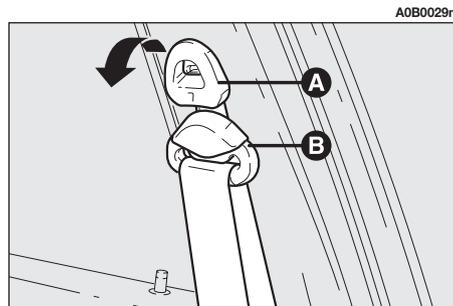
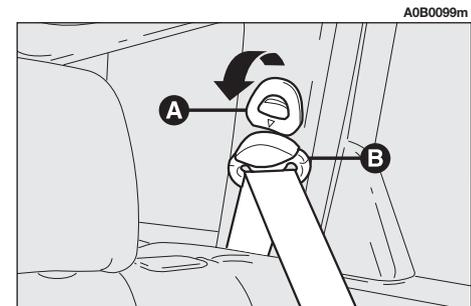

Abb. 50
Abb. 51
Um die Einstellung vorzunehmen, heben Sie den Griff (A, Abb. 50) der vorderen Gurte oder (A, Abb. 51) der hinteren seitlichen Gurte (nur für die Sportwagenversionen) vom Sperrmechanismus an oder setzen ihn herab, indem Sie gleichzeitig den Schwingring (B) in die am besten geeignete der möglichen Positionen schieben.
*Nach der Verstellung überprüfen, ob der Schieber (B) vorschriftmäßig in eine der vorgesehenen Positionen eingerastet ist. Zu diesem Zweck bei losgelassenem Griff (A, Abb. 50) oder (A, Abb. 51) nach unten drücken, um das Einrasten der Haltevorrichtung zu ermöglichen, falls der Knopf nicht an einer der festen Einrastpositionen losgelassen wurde.*